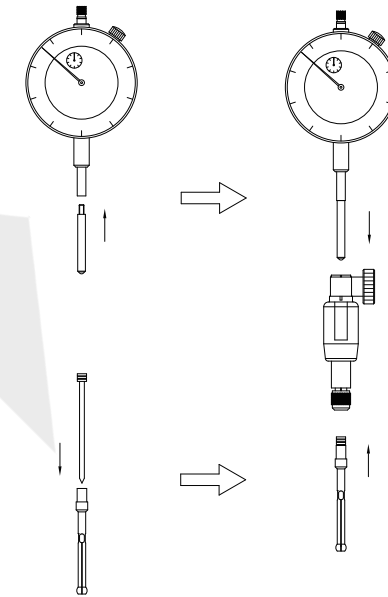

fig.1
- (1) Installare il calibro per diametro interno secondo la fig. 1.